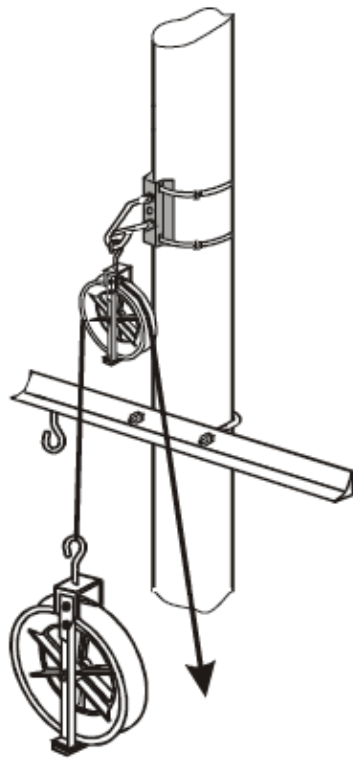
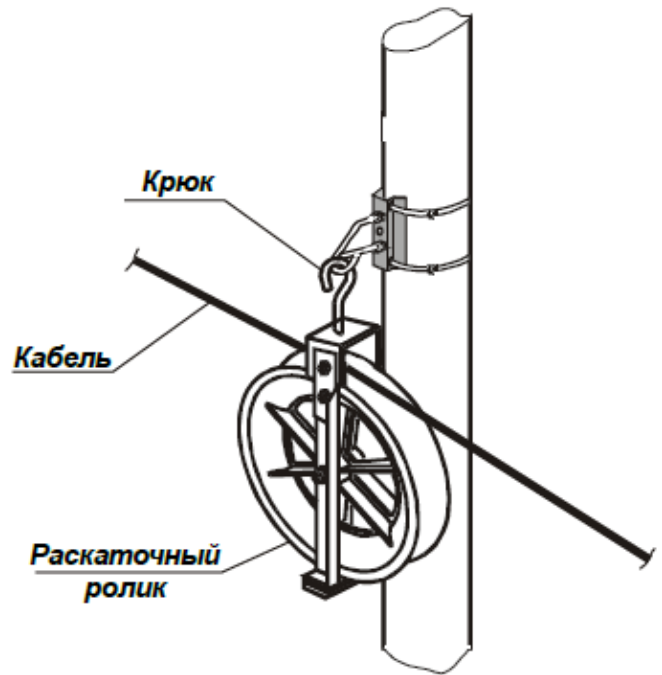

Рис.2.
Рис.3.
5.2. Для подъёма тяжёлых роликов на опоры используются лёгкие ролики и соответствующие этим роликам канаты (рис.2). Ролики крепятся к траверсам (консолям) опор крюком либо проушиной (при необходимости используется сцепная арматура(рис.3).